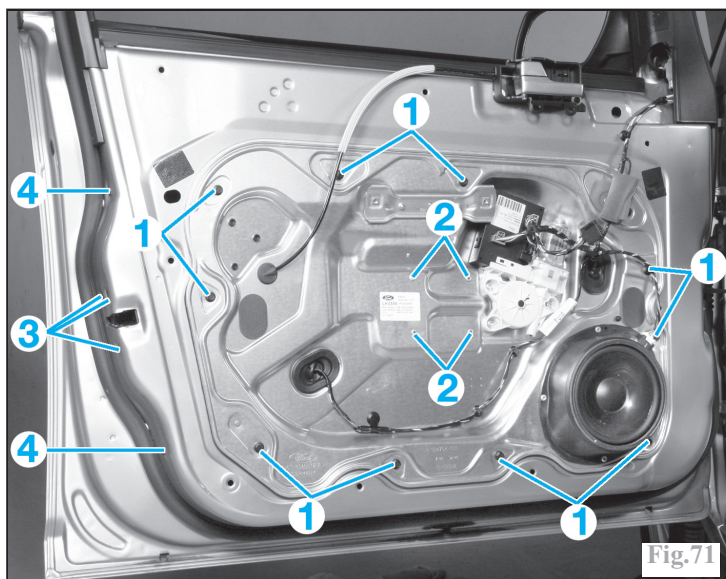

Fig.71
Déposer les 10 vis (1) de fixation du panneau (Fig.71)